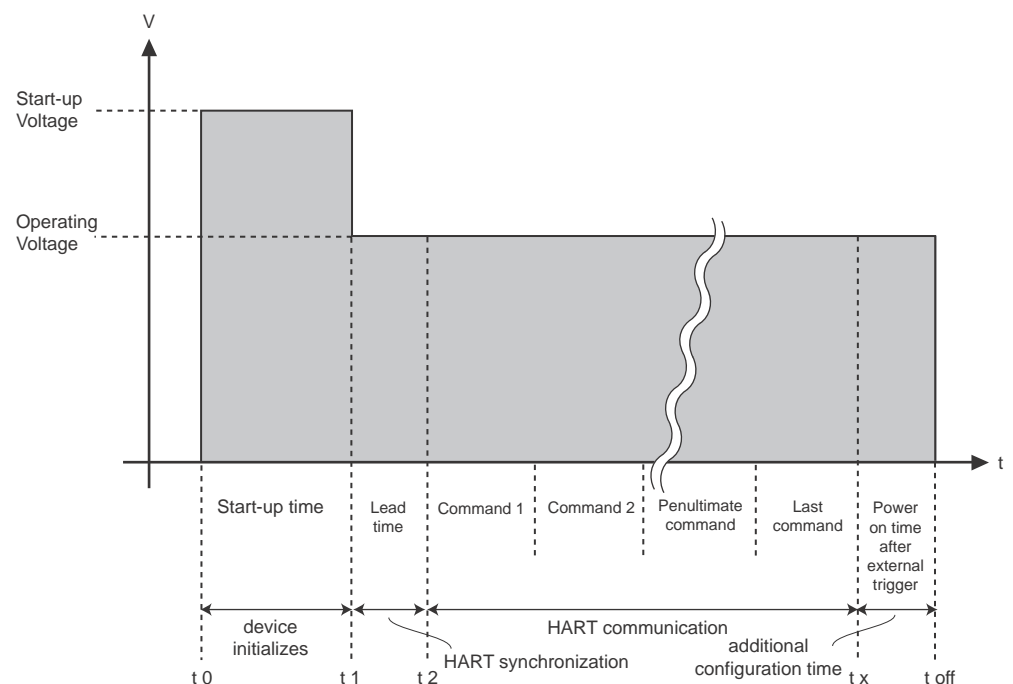

Fig. 8-1: Parámetros que influyen el requisito de energía del adaptador de WirelessHART
- 2 El significado de los parámetros se pueden tomar de fig. 8-1 y de la tabla enfrente, los parámetros obligatorios sean destacados en **negrita**